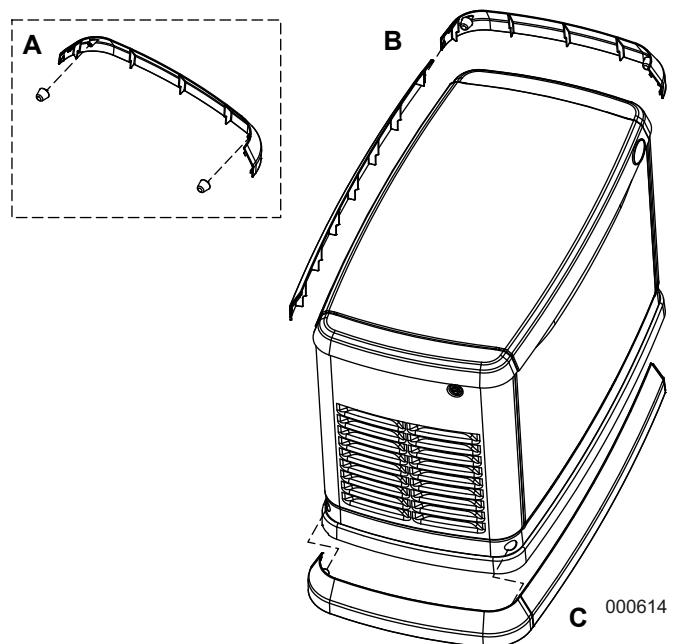

Figure 4-3. Installation de la bordure
- Repérez les quatre (4) amortisseurs en caoutchouc noir filetés dans le sac du manuel de l'utilisateur.
- Voir la Figure 4-3. Sortez ces quatre (4) amortisseurs du sac et vissez-les dans les trous situés à l'intérieur des embouts de la bordure, deux amortisseurs pour chacun, l'un à l'opposé de l'autre (A).